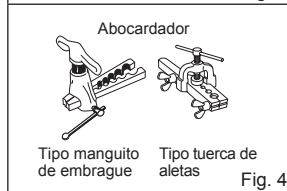

Fig. 4
- 4) Labores de abocardamiento (Fig. 4, 5). Sujete firmemente el tubo de cobre de la dimensión que se muestra en la tabla. Seleccione la medida A pulg. (mm) en la tabla de acuerdo con la herramienta seleccionada.